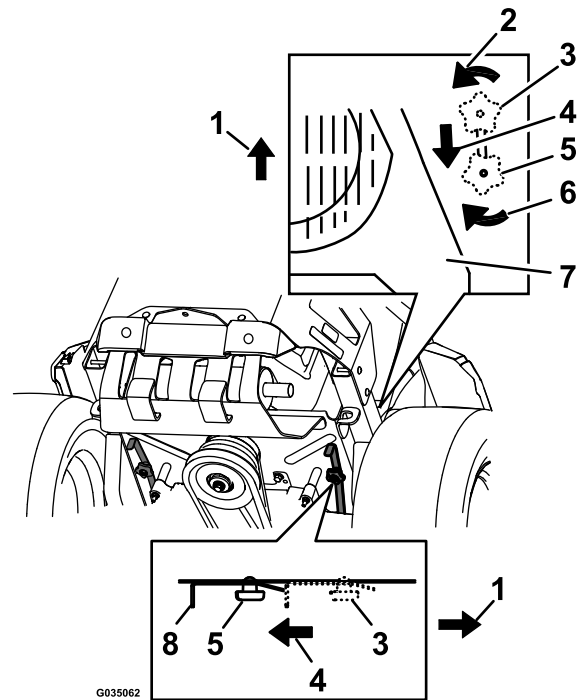

Figure 34
4. Pour pousser la machine, déplacez les boutons de dérivation vers l'arrière et bloquez-les en place (Figure 34).
6. Pour faire fonctionner la machine, amenez les boutons de dérivation en position AVANT et verrouillez-les en place (Figure 34).